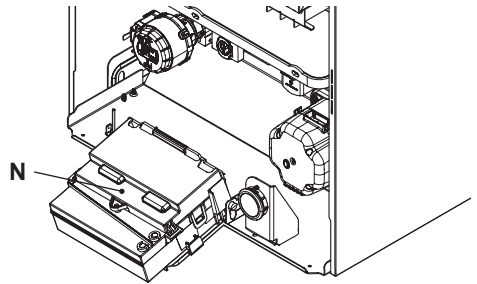

Figura 5.17
- Individuare il coperchio copri morsetteria N (Figura 5.17) rimuovere le viti di tenuta ed aprirlo.